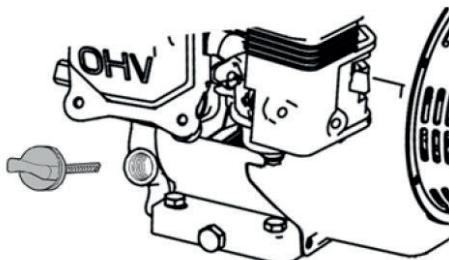

Рис. 3.
3. Выкрутите крышку-щуп маслозаливной горловины и извлеките щуп (Рис. 3).